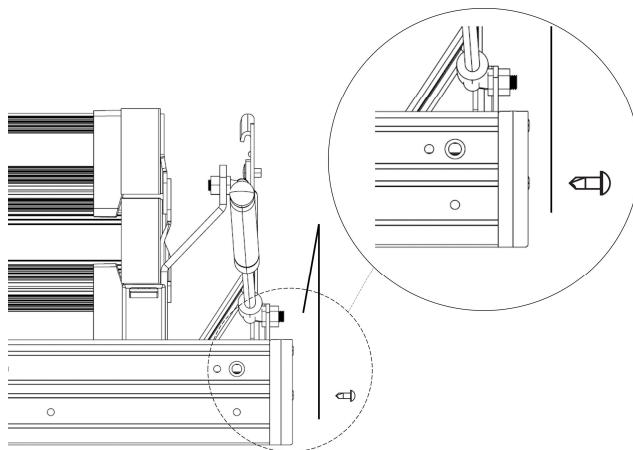
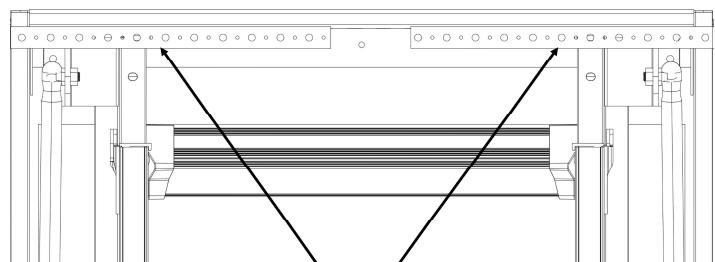
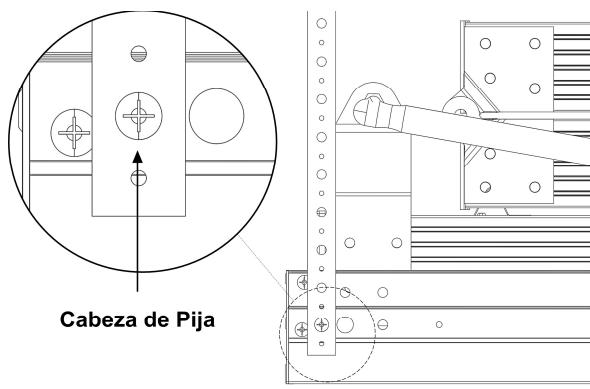

FIGURA 4 : INSTALACIÓN DE CORREA METÁLICA
FIGURA 6: POSICIÓN DE LA CORREA METÁLICA
FIGURA 5: POSICIÓN DE LA CORREA METÁLICA
C. Desdoble con cuidado las correas de metal de 14", estas pueden tener bordes afilados. Coloque una pija Phillips #10 3/8" a través del orificio inferior de $\frac{1}{4}$ " de diámetro (orificio grande) de la correa metálica. Posicione una correa de metal contra el costado del marco de aluminio en el orificio pretaladrado, como se muestra en la **Figura 4** y **Figura 5**. NO permita que las correas de metal se extiendan por debajo del marco de aluminio. Ver **Figura 7**. Sostenga la correa de metal con firmeza para evitar que gire mientras atornilla la pija en el marco de aluminio.
E. Coloque ambas correas metálicas de manera vertical como se muestra en la **Figura 5**. Doble ambas correas hacia adentro sobre la sección de la escalera de manera que no estorbe. Ver **Figura 6**.